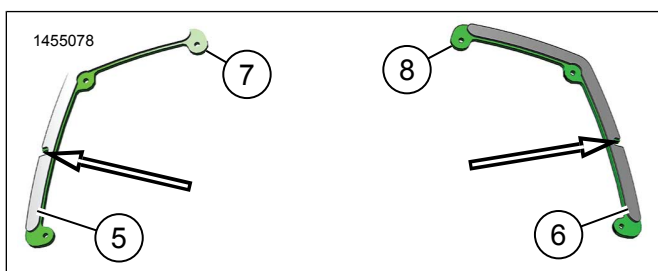

Figure 9.
8. Voir la figure 9. Vérifier que les patins supports sont placés autour des languettes d'alignement.